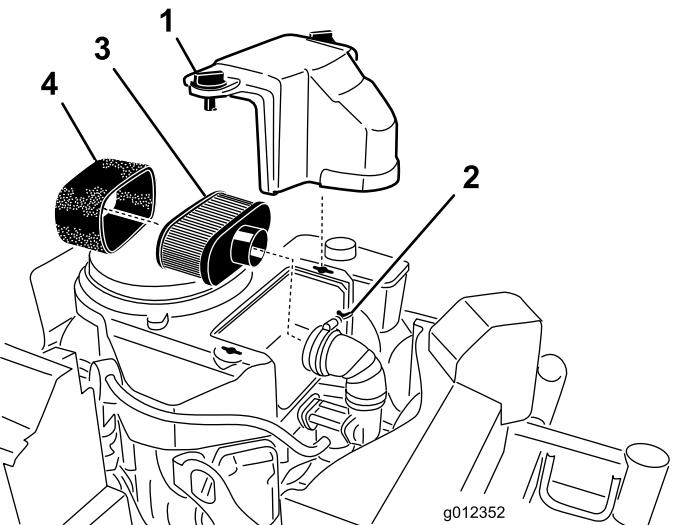

Figura 30
3. Gire los botones de la tapa 1/4 en sentido antihorario y retire la tapa del limpiador de aire (Figura 30).
4. Gire el tornillo de mariposa de la abrazadera en sentido antihorario hasta que pueda separar el conjunto del limpiador de aire del conducto de entrada (Figura 30).
5. Retire cuidadosamente el elemento de gomaespuma del elemento de papel (Figura 30).
2. Limpie alrededor del limpiador de aire de forma que la suciedad no penetre en el motor y cause daños (Figura 30).
1. Inspeccione el elemento por si estuviera roto, tuviera una película aceitosa o estuviera dañado (Figura 30).
1. Inspeccione el elemento por si estuviera roto, tuviera una película aceitosa o la junta de goma estuviera dañada (Figura 30).
1. Deslice cuidadosamente el elemento de gomaespuma sobre el elemento de papel (Figura 30).
2. Alinee el conjunto del limpiador de aire en el conducto de entrada y sujetelo con la abrazadera (Figura 30).
3. Alinee la tapa del limpiador de aire en la tapa del motor y sujetela girando los botones de la tapa 1/4 de vuelta en sentido horario (Figura 30).